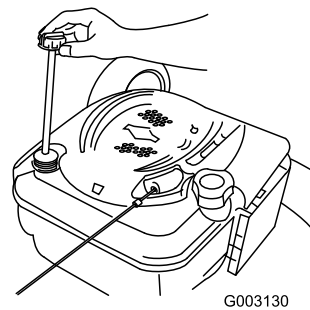

Figura 47
2. Retire la varilla (Figura 47).